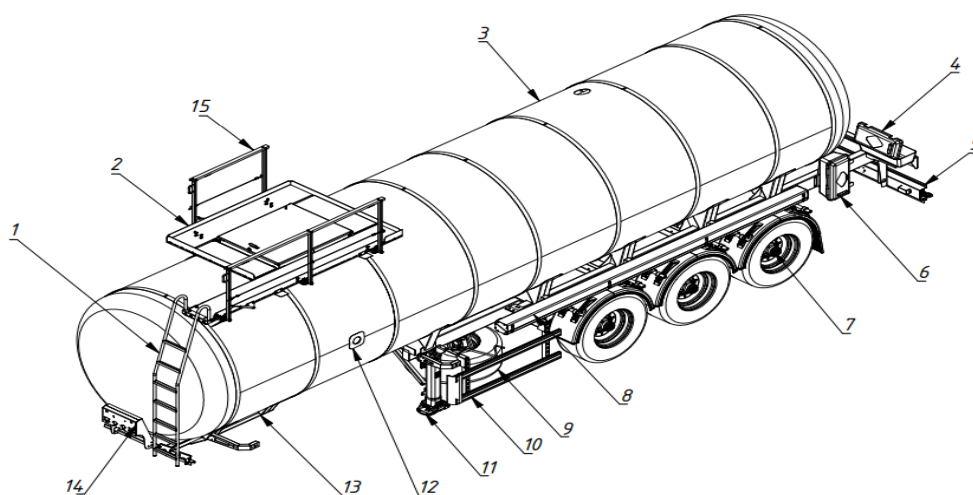

Рис. 2.1 - общий вид полуприцепа типа 928010 модификации 928010-02, 928010-03
- тип 928010 модификации 928010-02, 928010-03 рис. 2.1, 2.2,